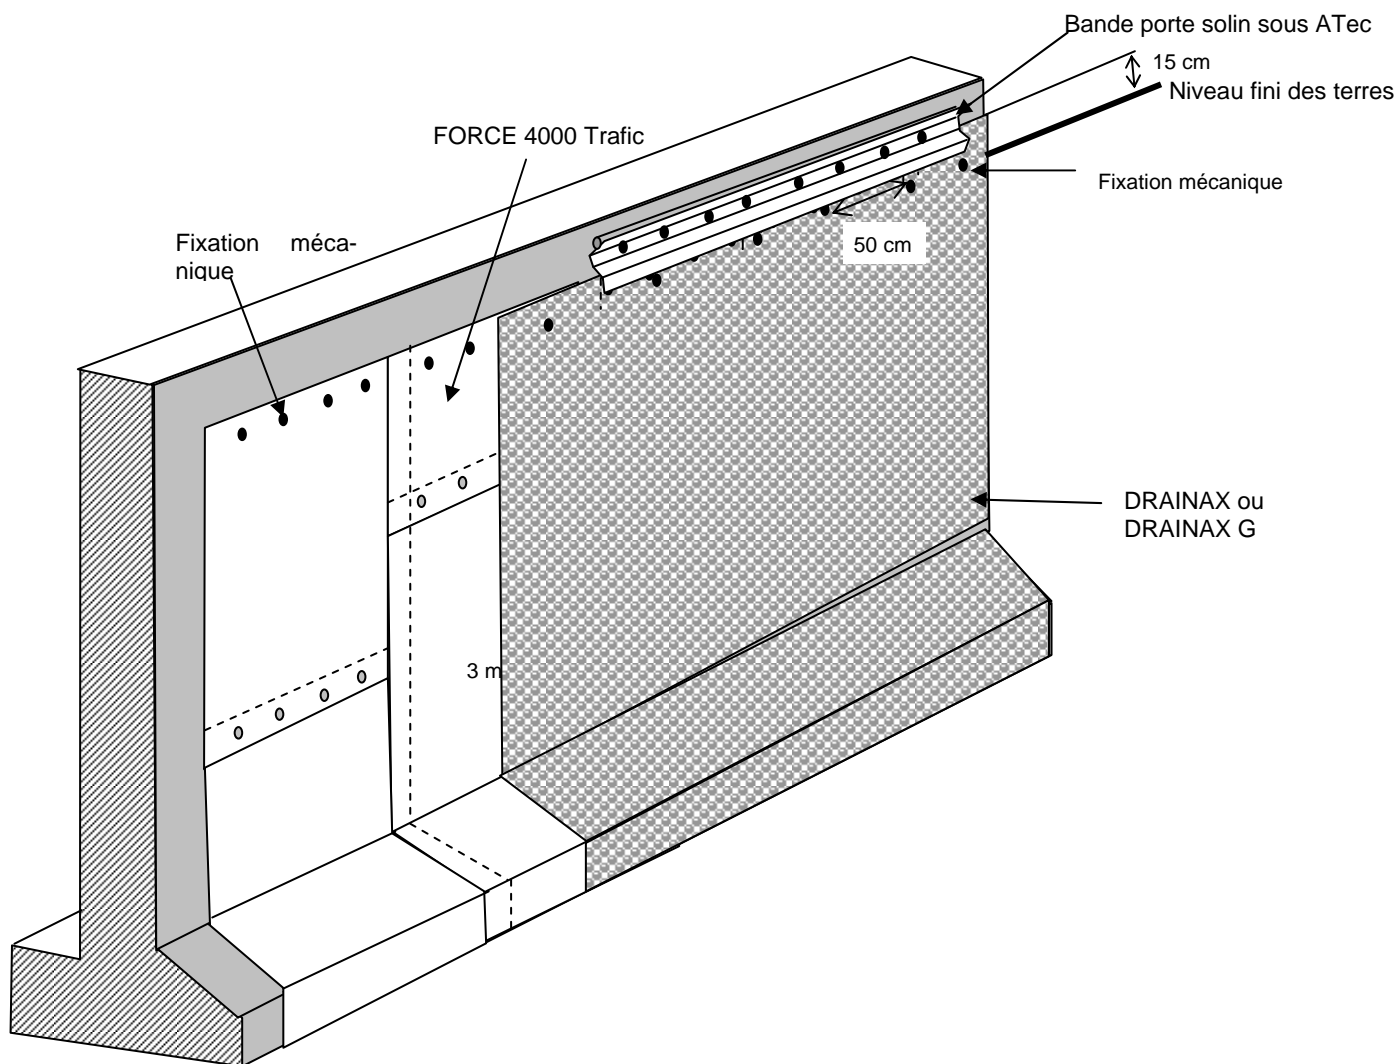

Figure 1 – Exemple de mise en œuvre du DRAINAX / DRAINAX G sur revêtement d'étanchéité pour $h < 2$ m
6.11 Hauteurs < 2 m (figure 1)
6.21 Hauteurs < 2 m (figure 1)
Figure 1 bis – Exemple de mise en œuvre du DRAINAX / DRAINAX G sur revêtement d'étanchéité pour $h > 2\text{ m}$